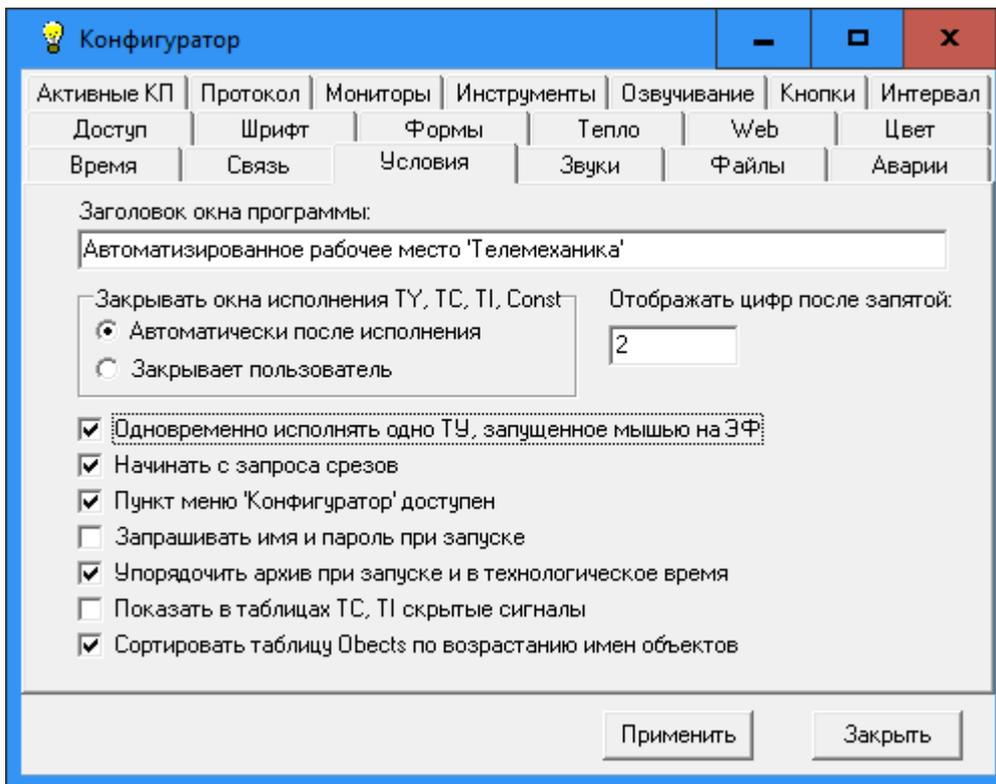

Рис.3.5. Окно конфигурации АРМ ТМ. Закладка “Условия”.
3.4.3. Закладка “Условия” имеет вид, показанный на рис.3.5.